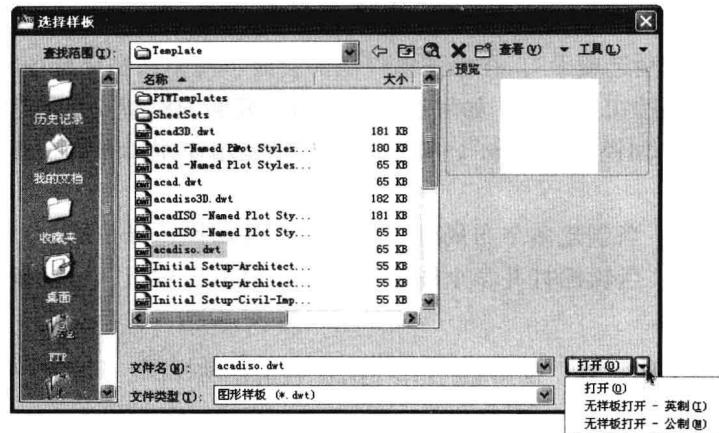

图1-3-1
(1) 选择菜单命令“文件／新建”，或者在界面顶端快速访问工具栏中，单击“新建”按钮。
(2) 打开选择样板对话框，单击文件类型右侧的下拉按钮，在弹出的下拉列表中有3个选项，如图1-3-1所示。